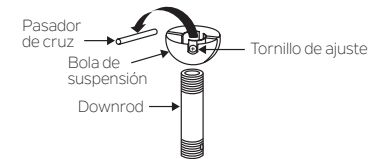

Fig. 7
**Paso 5.** Retire la bola de suspensión del conjunto de la varilla aflojando el tornillo de fijación, retirando el pasador transversal y deslizando la bola fuera de la varilla. (Fig. 7)